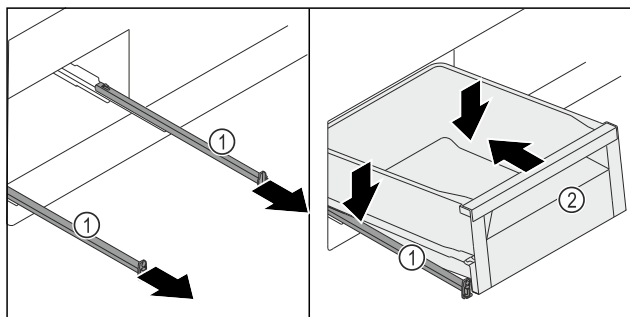

Fig. 123
- Rails Fig. 123 (1) uittrekken.
- Rails Fig. 123 (1) vasthouden en schuiflade Fig. 123 (2) schuin van bovenaf op de rails Fig. 123 (1) plaatsen.
- Schuifvak Fig. 123 (2) op de rails Fig. 123 (1) tot aan de aanslag naar achteren schuiven.